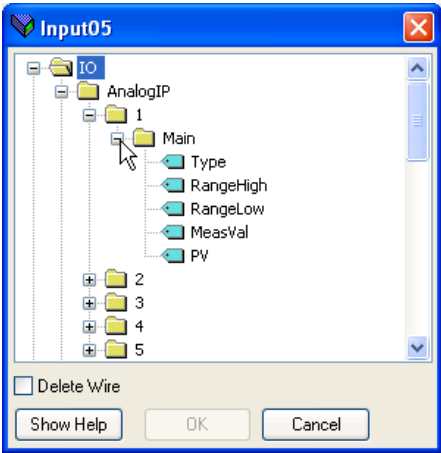

图 138 浏览器窗口
- 1. 双击输入或输出数据表“Wired From”列内下一个空白行，选中待绑定变量。弹出窗口（图 138）提供一个浏览器，可从中打开参数列表。